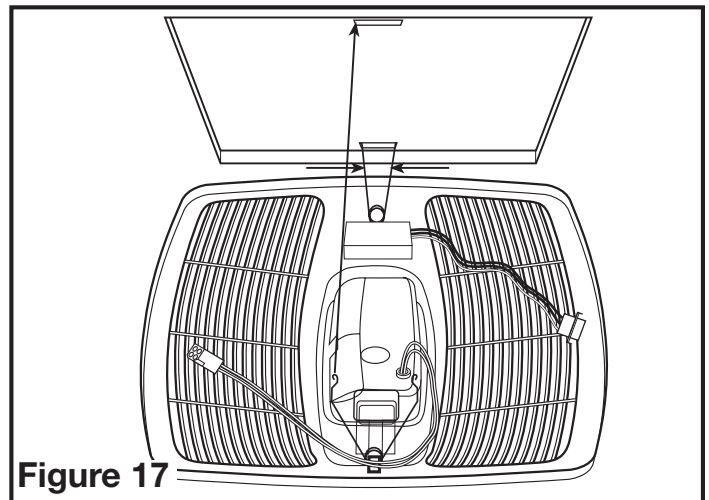

Figure 17
- MODÈLES AVEC DÉTECTION DE MOUVEMENT:** Installez la grille en pressant les ressorts ensemble pour les installer dans la fente la plus éloignée du compartiment de câblage sur le boîtier du ventilateur. Attachez le câble à connexion rapide de 4 broches de la grille au connecteur de 4 broches sur le dessus du couvercle du compartiment de câblage. Attachez le câble à connexion rapide de 4 broches de la détecteur de mouvement au connecteur de 4 broches sur le dessus du couvercle du compartiment de câblage. Les câbles ne s'insèrent que d'une façon dans la prise. Installez l'autre ressort et poussez la grille vers le haut en place (Figure 17).